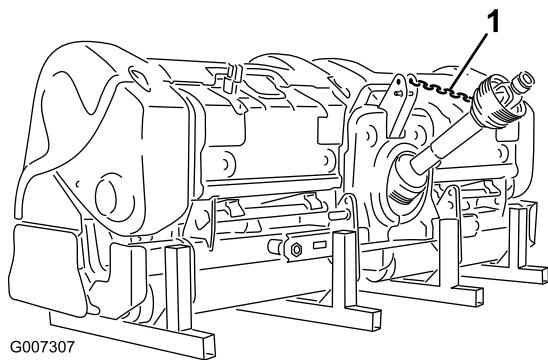

图45
12. 将 PTO 系锁连接到 PTO 护罩上以防止 PTO 轴接触地面 **图45**。